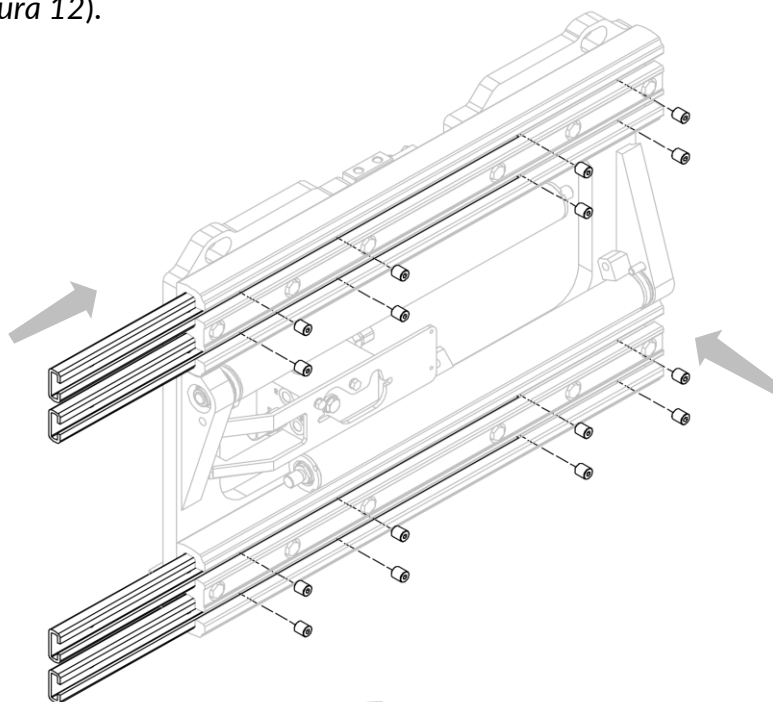
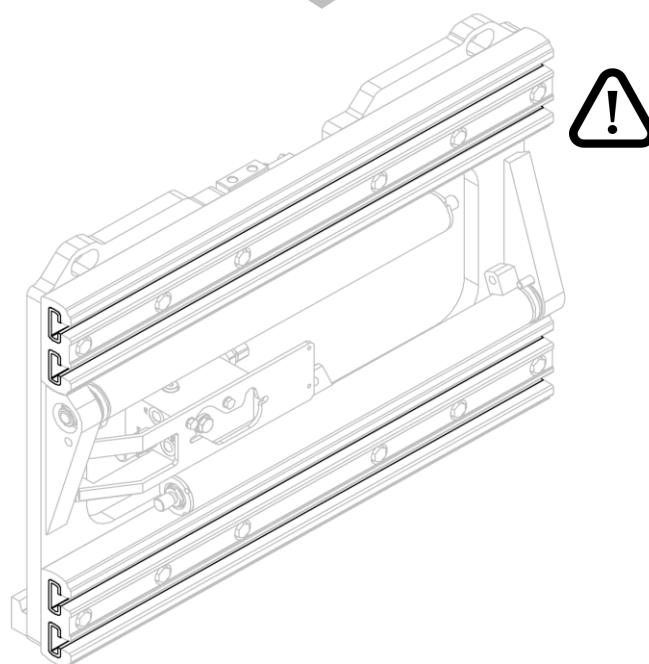

Figura 11
Figura 12
2. Inserte las deslizaderas de nailon y fíjelos con los tornillos (mira *Figura 11* y *Figura 12*).